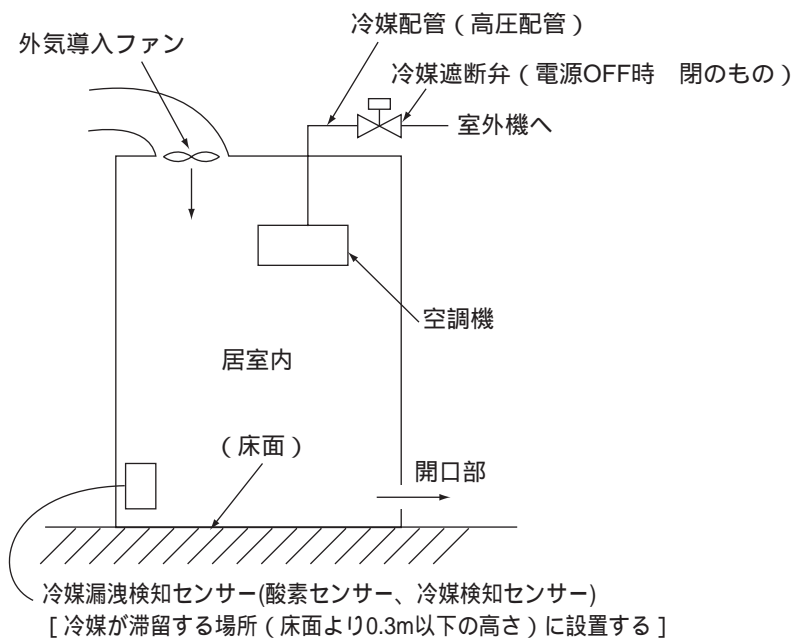
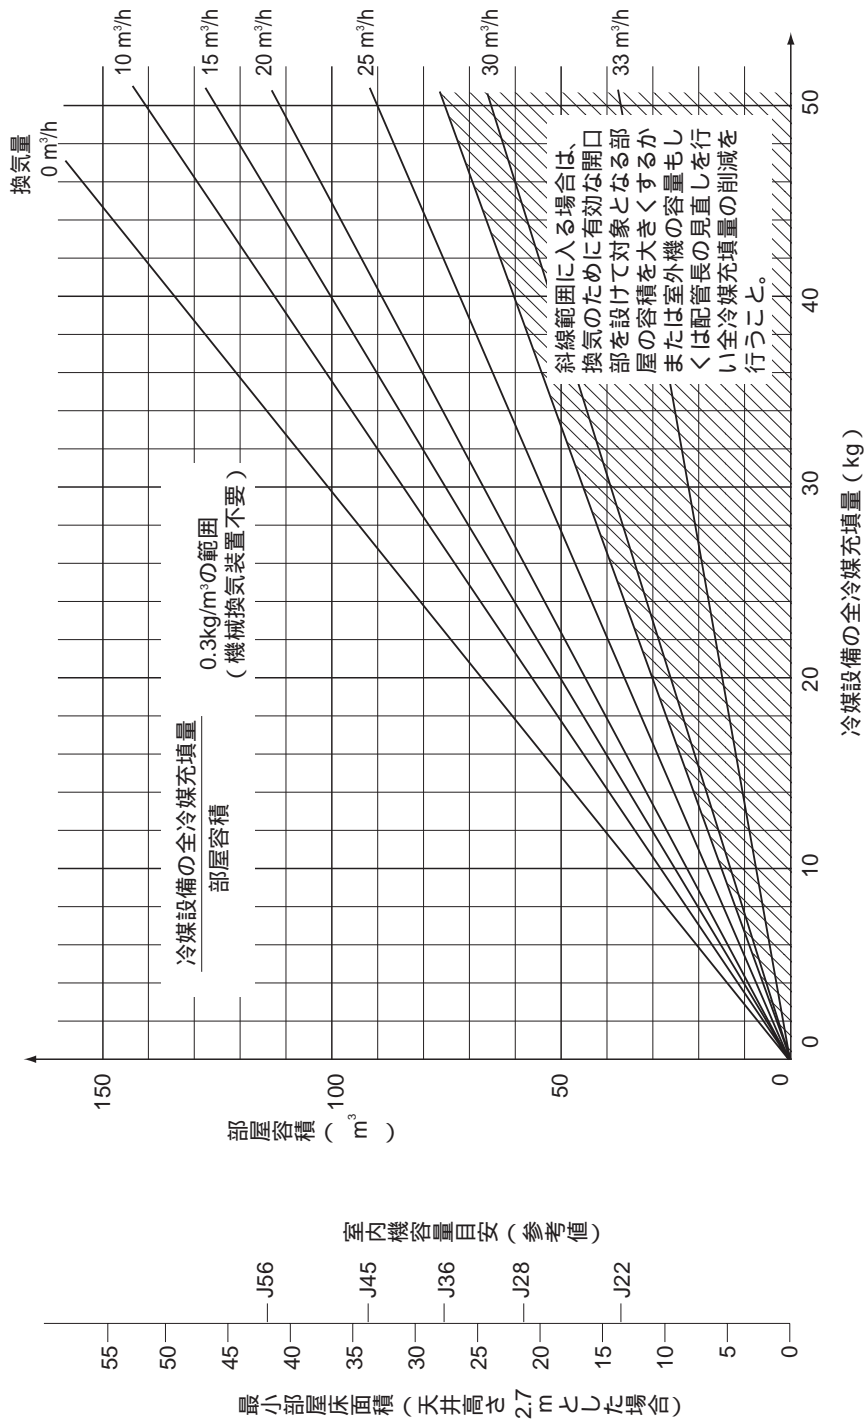

図4 常時換気システムと冷媒遮断弁の併設
図1 換気量によるシステムの選定
換気量は対象冷媒設備の全冷媒充填量と部屋容積によって図1に示す量以上としてください。
- (a)換気システムを設置する場合でも図1の斜線で示す範囲は万一の換気システムの故障を考え選定しないようにしてください。この範囲に入る場合は原則的に **対応1** **対応2** に示すように換気のために有効な開口部を設けて対象となる部屋の容積を大きくするかまたは、室外機容量もしくは配管長の見直しを行い全冷媒量の削減を行ってください。
- (b)換気システムを設置した場合で図1の斜線で示す範囲に入り、 **対応1** **対応2** がとれない場合は、換気システムとは別の独立した安全確保のための手段を設けてください。具体的には冷媒漏洩時のセンサ - によって作動する冷媒遮断弁や在室者の危険を知らせる確実な警報システムの併設です。この場合センサ - は上記換気システム作動用のセンサ - とは別にしてください。図4に冷媒遮断弁併設の場合を示します。